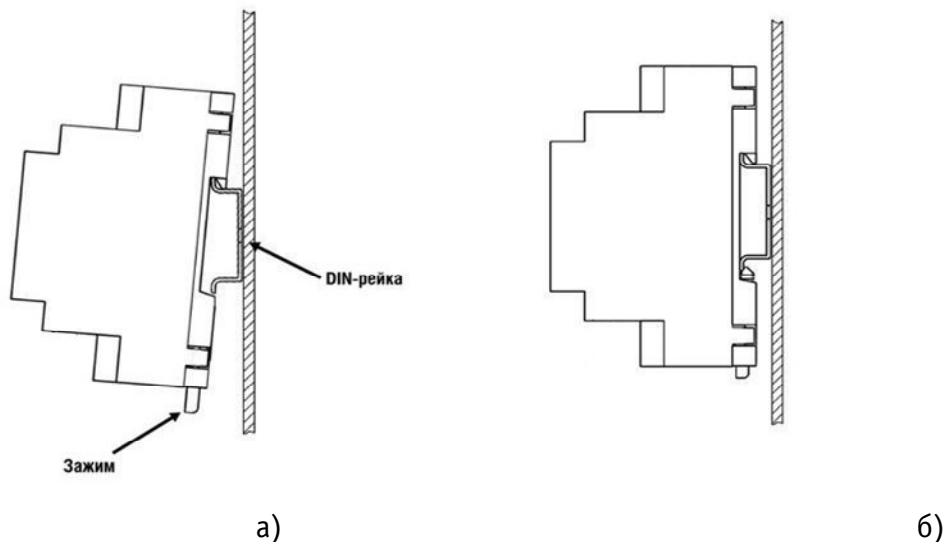

Рисунок 2 – Последовательность установки Устройства на DIN-рейку
- зацепить верхним креплением корпуса Устройства (расположено на тыльной поверхности корпуса Устройства) за верхнюю направляющую DIN-рейки (рис. 2а);
- оттянуть вниз зажим подпружиненный (7) на нижней части корпуса Устройства, прижать Устройство к DIN-рейке;
- после прижатия корпуса Устройства к DIN-рейке, отпустить зажим (рис. 2б);